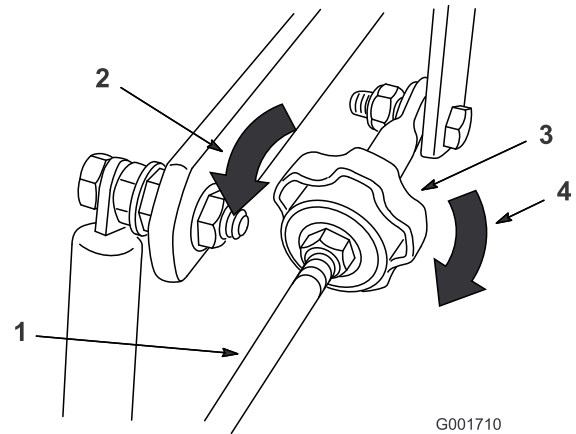

Figura 53
4. Para que la máquina vaya a la derecha, gire el pomo hacia el lado derecho de la máquina. Consulte Figura 53.
5. Para que la máquina vaya a la izquierda, gire el pomo hacia el lado izquierdo de la máquina. Consulte Figura 53.